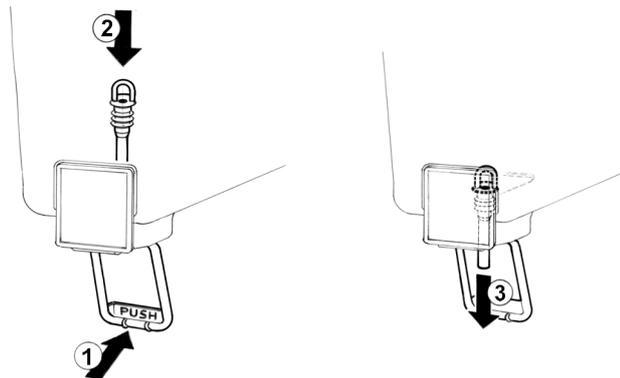

figure 5
2 Robinet avec tube en caoutchouc: Pousser (1) le levier de débit robinet et enfiler (2) le tuyau du robinet dans son siège sur le fond du réservoir. Tirer (3) doucement le tuyau vers le bas jusqu'à le bien placer (voir figure 5).